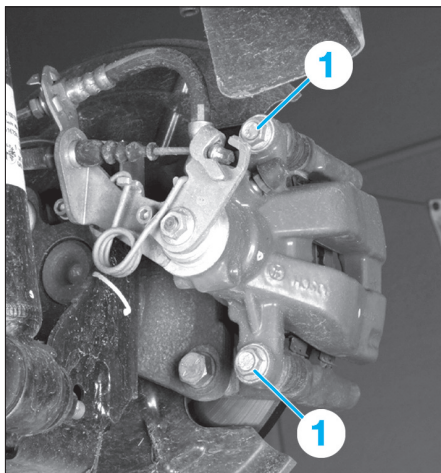

Fig. 11
- Déposer les vis de fixation (1) de l'étrier, puis déposer ce dernier (Fig.11).